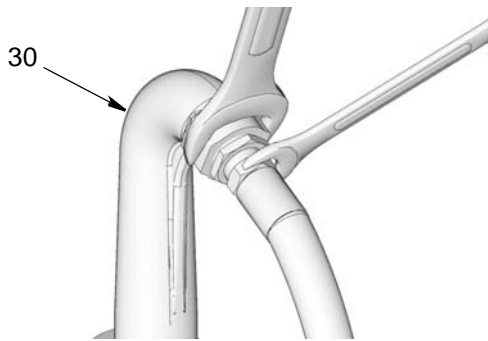

ABB. 9
9. Schlauchende sicher am Auslass (30) befestigen, indem zwei Schlüssel an den Flächen angesetzt und in gegenüberliegende Richtungen gezogen werden, um den Schlauch fest am Auslassfitting festzuziehen (ABB. 9).